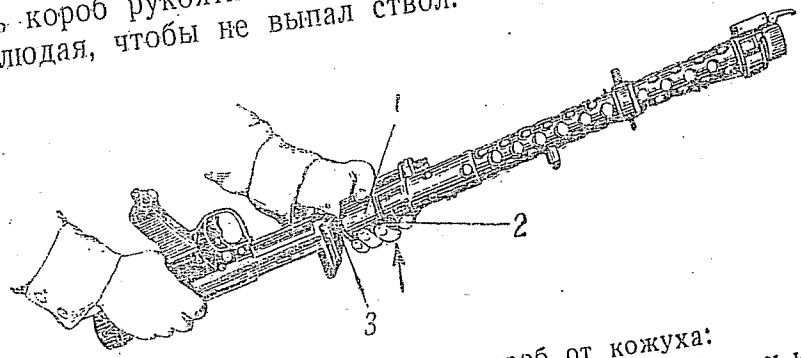

Рис. 60. Как отделить корб от кожуха:
10. Обхватывая соединительную муфту левой рукой, одновременно пальцами этой руки нажать стопор оси короба вверх доотказа, правой рукой повернуть за рукоятку для ведения огня корб пулемета в крайнее правое положение, продвинуть его назад и снять (рис. 60).